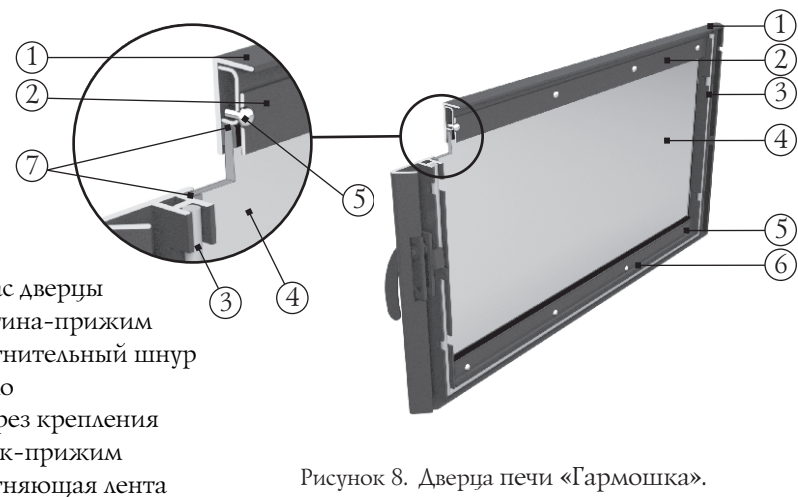

Рисунок 8. Дверца печи «Гармошка».
ВНИМАНИЕ! Уплотнительный шнур (3) устанавливается только с 3х сторон дверцы (см рисунок 8).
В случае повреждения светопрозрачного экрана (стекла) на дверце его необходимо заменить для этого (см. рисунок 8):